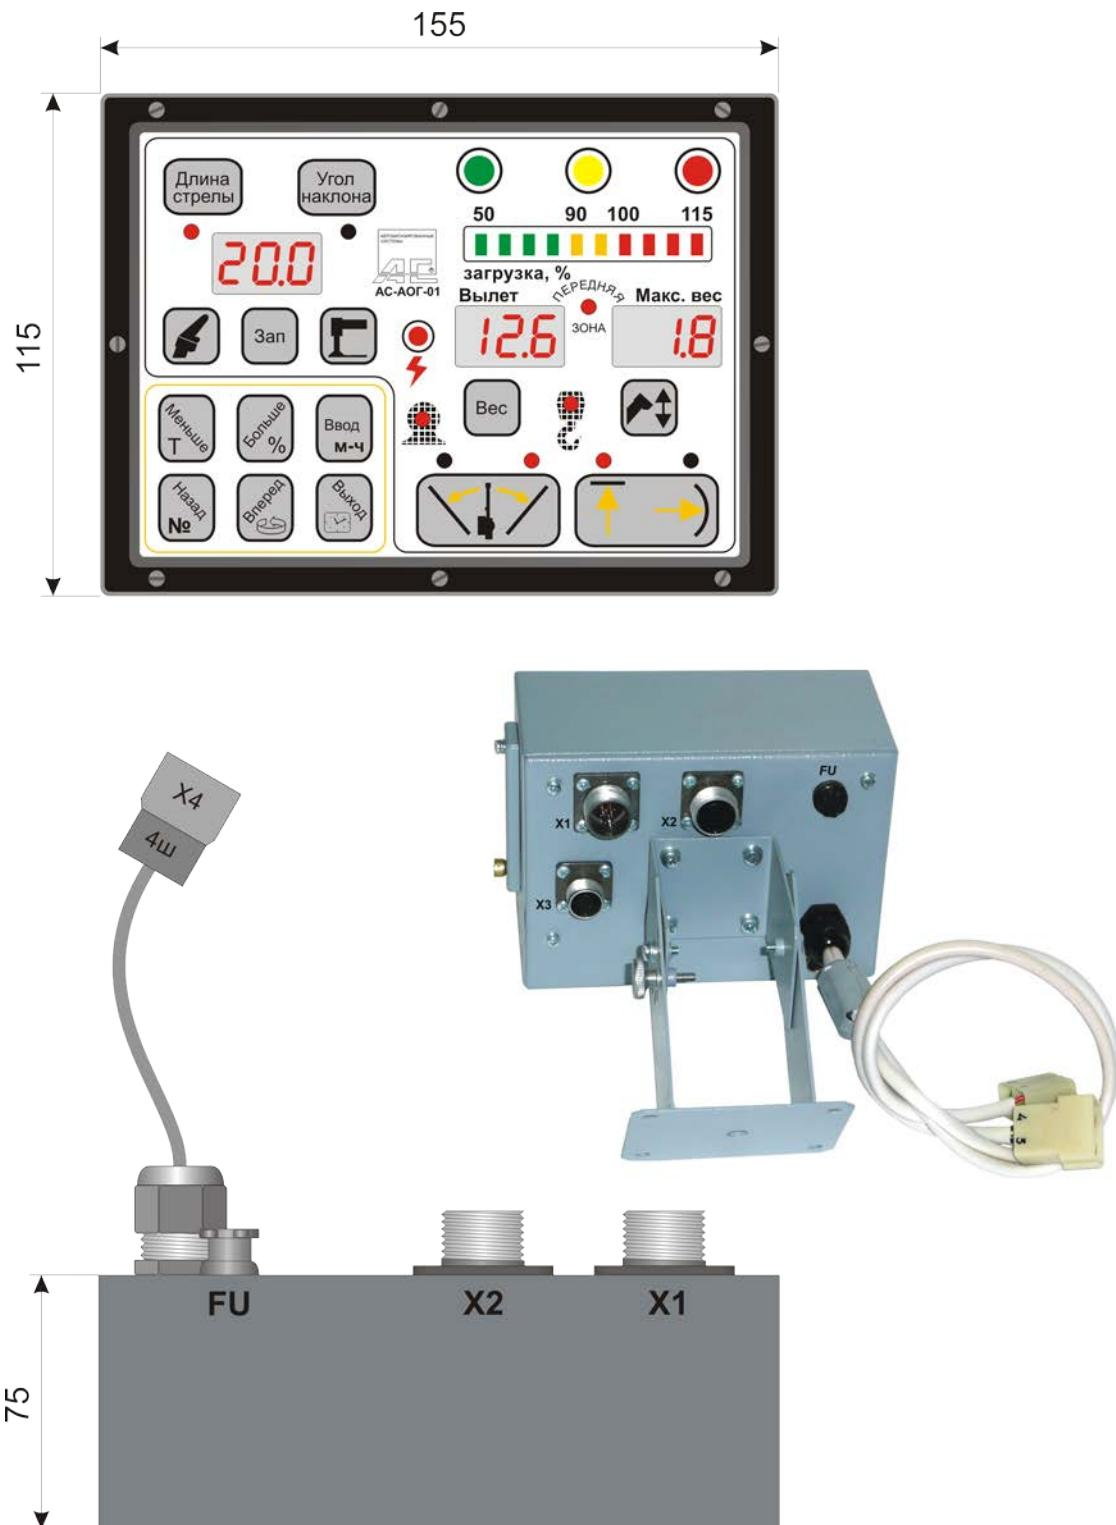
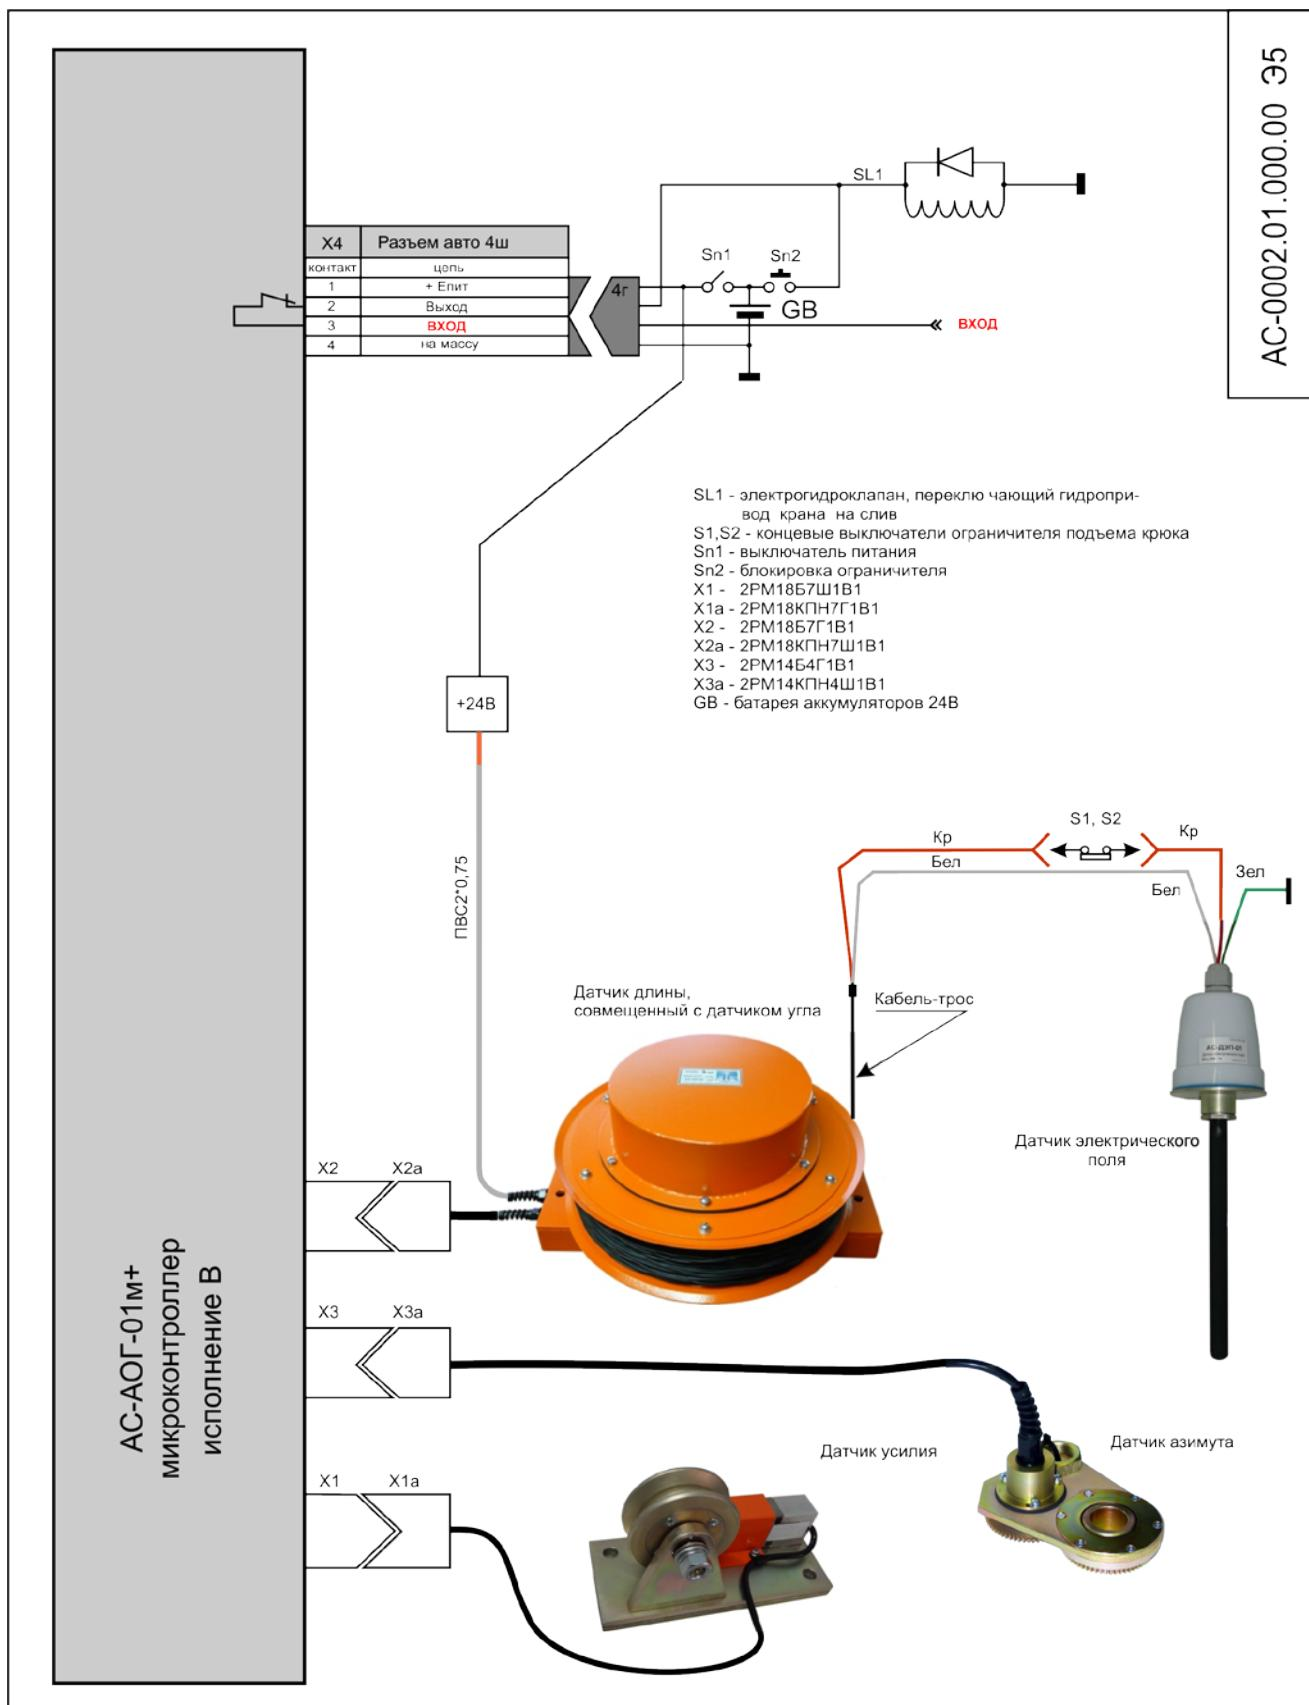

Рис.2
Рис.3
- 1) блок АОГ, включающий "Регистратор параметров" 1 шт, рис.2;
6.1. Описание работы проводится по схеме подключения рис.3.
Подсоединение АОГ к электрооборудованию крана должно быть произведено в соответствии со схемой подключения рис.3, а именно к разъемам X4, (X5-если установлены сенсоры на ручках управления, Приложение 8) расположенным на тыльной стороне блока АОГ (рис.2), на задней стенке.
6.4. Блок АОГ включает в себя модуль индикации и управления (одна плата), вычислительный модуль, модуль ввода цифровых и аналоговых сигналов, модуль АЦП, модули "Регистратора параметров", блока питания и реле (все на одной плате), рис.2.
В обычной практике применения крана достаточно использовать подключение по схеме Рис.3.
7.4. Подключение составных частей, а также подключение системы АОГ к системе электрооборудования крана производите в соответствии со схемой подключения АС-0002.00.000.00м Э5, рис.3.